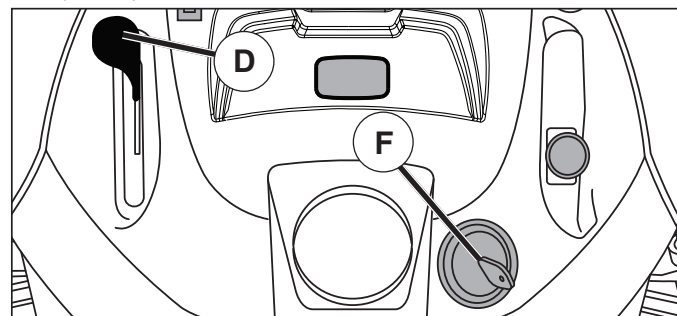

Fig. 6
PARA USAR EL CONTROL DE LA ACELERACIÓN (D) (Vea Fig. 6)